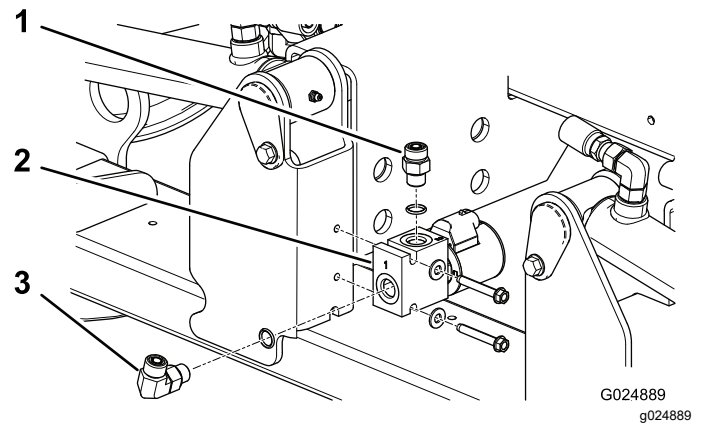

Bild 6
2. Befestigen Sie den linken Mähwerksperrverteiler mit zwei Blechschrauben ($\frac{1}{4}$ " x $1\frac{3}{4}$ ") am Rahmenrohr. Positionieren Sie den Verteiler, wie in **Bild 6** abgebildet.
schlussstück oben im Verteiler (**Bild 6**).
schlussstück im Ende des Verteilers (**Bild 6**).